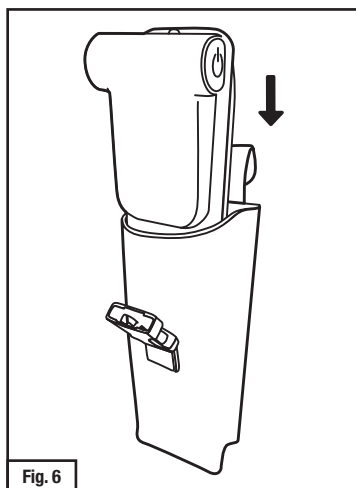

Fig. 6
5. O estojo pode ser usado em ambos os lados do cinto de fixação. Se optar por usar a bateria e estojo no lado **direito** do cinto, deslize o adaptador TR-659 com a bateria no estojo TR-656 com o lado da bateria de frente para cinto (lado de trás) do estojo (Fig. 6).